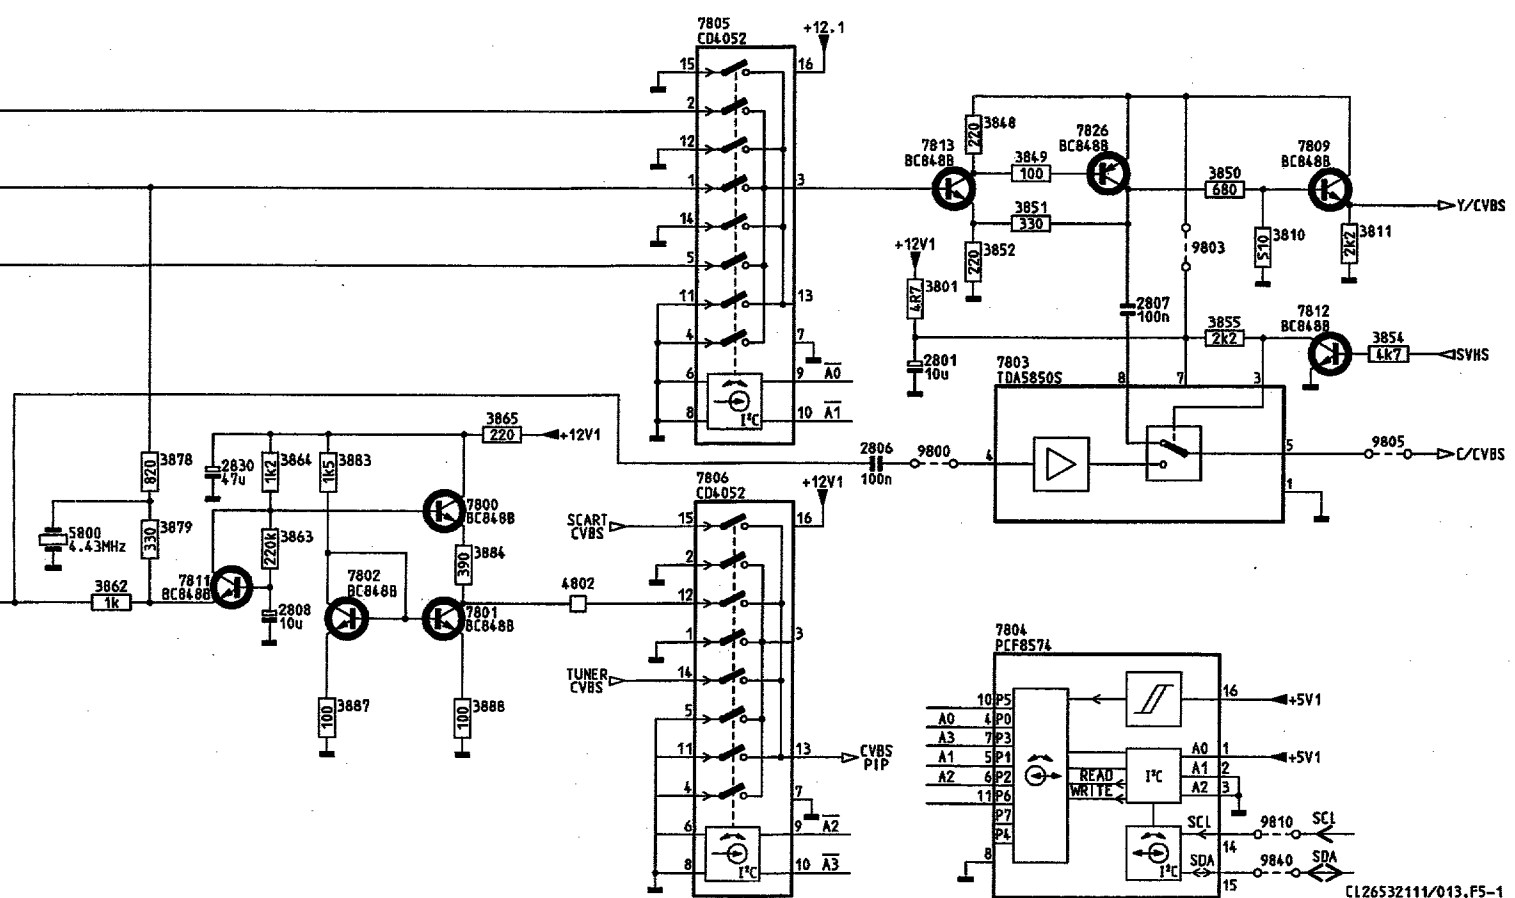

Fig. 5.1
5.1 Selección de fuente (Fig. 5.1)